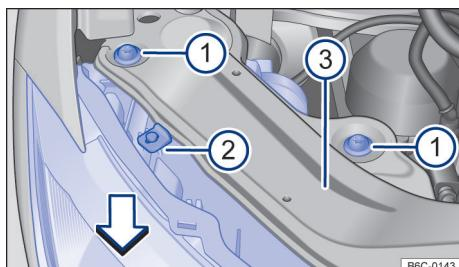

Fig. 128 No compartimento do motor: parafusos de fixação do farol dianteiro.
- Remover os parafusos de fixação → Fig. 128 ① com o auxílio de uma chave torx.
- Mover o farol para frente, no sentido da seta → Fig. 128, até que os dois cliques da parte inferior desencaixem e possibilite a remoção do farol.
- Desencaixar o conector de alimentação, para remover totalmente o farol → ①.
- Recolocar o farol cuidadosamente até que os dois cliques inferiores encaixem e o batente superior → Fig. 128 ② encoste no suporte do farol ③.
- Recolocar os parafusos de fixação ① na carcaça do farol.
- ◀ - Pressionar o farol contra o batente central superior ② e apertar os parafusos ① com a chave torx.